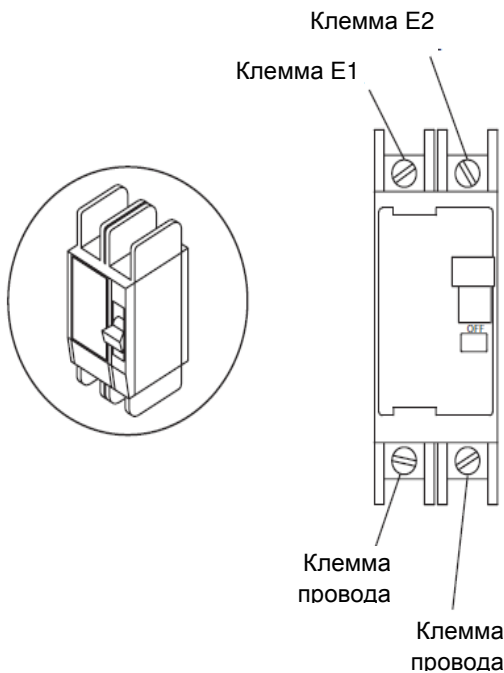

Рисунок 1. Точки проведения тестов на основном автомате генератора
Если есть подозрения, что автомат сломан, то можно провести следующий тест (смотреть рисунок 1):
1. Выключить генератор, подсоединить вольтметр переменного тока к клеммам проводов 11 и 44 основного автомата генератора (смотреть рисунок 1). На данных соединениях можно измерить междуфазное напряжение.